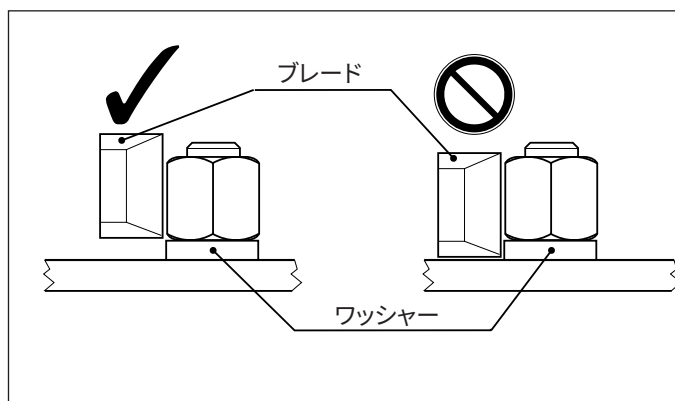

図8: 刃の位置
7. 刃による切断は、できるだけナット底部に近い位置で行わなければならないため、カuttingヘッドの下側がフランジに対してしっかりと接触していることを確認してください。ただし、ナットの下にワッシャーがある場合は、カuttingブレードがワッシャーに接触しないようにナットスプリッターの位置決めを行ってください。図8を参照してください。